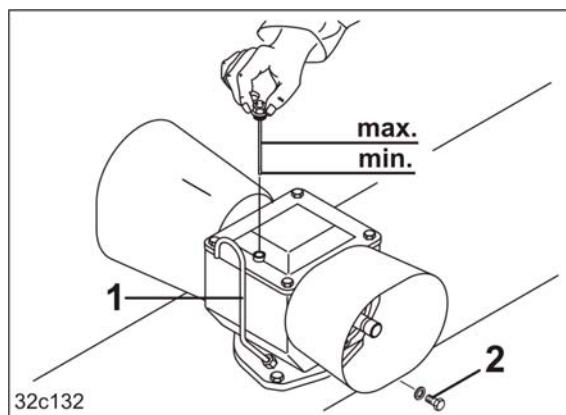

Рис. 176
Редуктор оснащен воздуховыпускной трубкой (Рис. 176/1). За счет выпуска воздуха обеспечивается герметичность редуктора.
3. Открутите маслосливную пробку (Рис. 176/2).